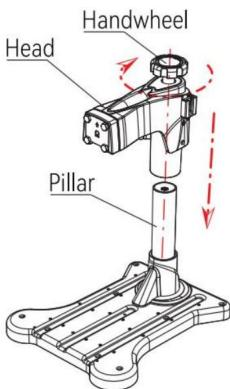

Fig 1
1. Umieśc głowicę w filarze i obróć koło zamachowe 10 razy zgodnie z ruchem wskazówek zegara, co oznacza, że głowica jest zainstalowana (jak pokazano na rys. 1).